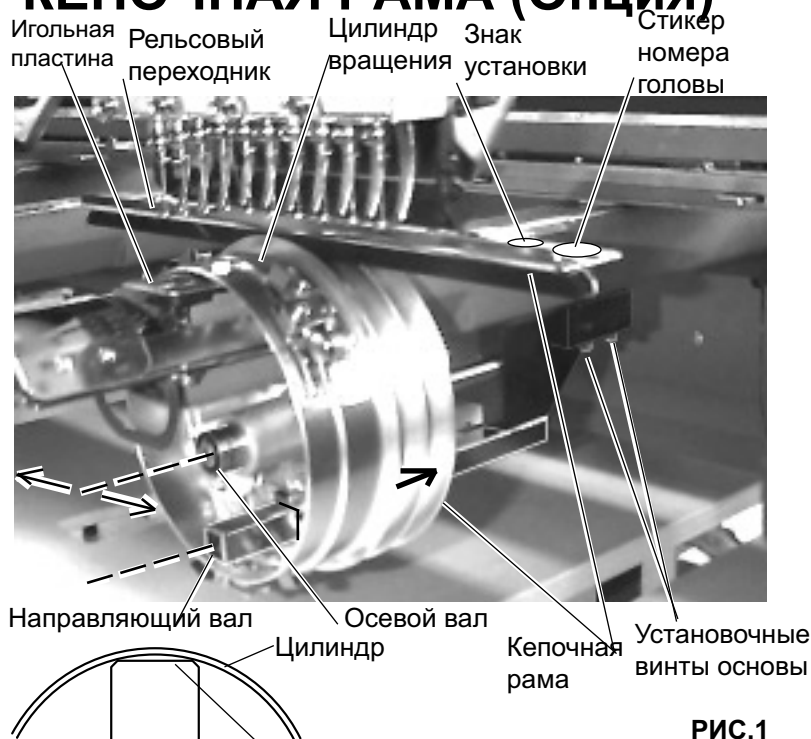

РИС.1
1. Как показано на рис.1 насадите кепочную раму на осевой вал и направляющий вал.
2. Как показано на рис.1 установите кепочную раму при помощи установочных винтов основы так, чтобы верхняя изнанка цилиндра плотно лежала на игольной пластине.